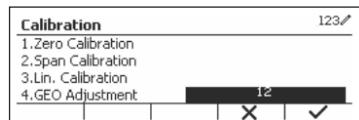

Figure 23
3. Appuyez sur le bouton multifonction correspondant à l'icône ✓ pour modifier la valeur GÉO. Appuyez sur le bouton [On/CLR off], puis saisissez la valeur désirée à l'aide du pavé numérique. Après avoir effectué la modification, appuyez sur le bouton multifonction correspondant à l'icône ➡ pour quitter le menu. (Voir Figure 23)